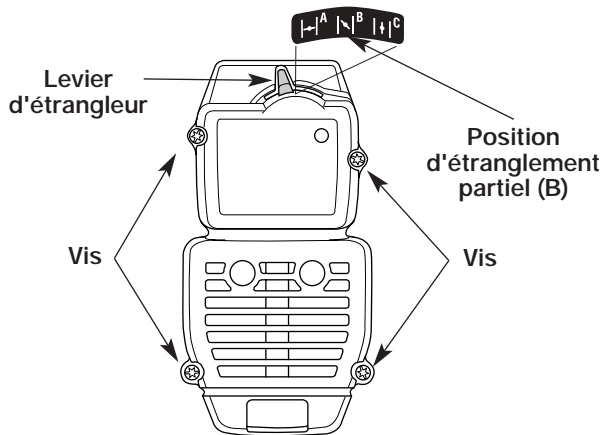

Fig. 21
1. Mettez le levier d'étrangleur en position d'étranglement **PARTIEL** (B).
REMARQUE: pour enlever le couvercle du filtre à air/silencieux, le levier d'étrangleur doit être en position d'étranglement **PARTIEL** (B) (Fig. 21).
2. Retirez les quatre (4) vis retenant le couvercle du filtre à air/silencieux (Fig. 21). Servez-vous d'un tournevis à lame plate ou à mèche no. 20 Torx.
2. Insérez les quatre (4) vis dans les trous du filtre à air/couvercle du silencieux (Fig. 21) et vissez sans trop serrer.